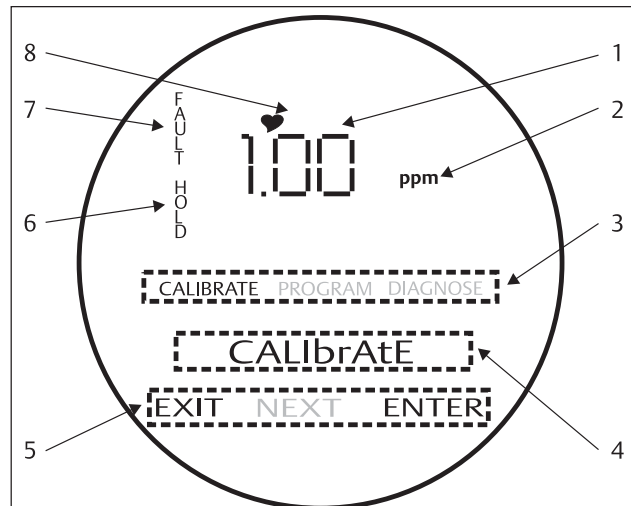

Abbildung 1-1 Display des Messumformers 5081-A während der Kalibrierung oder Programmierung
1.7 ANZEIGE DES MESSUMFORMERS WÄHREND DER KALIBRIERUNG UND PROGRAMMIERUNG (ABBILDUNG 1-1)